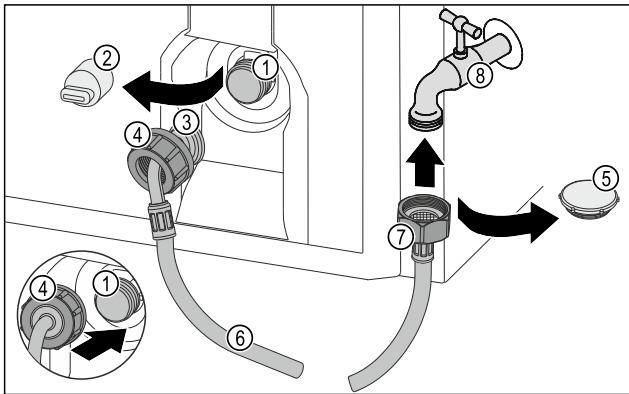

Fig. 47
- Hiqni tapën e mbylljes Fig. 47 (5).
- Vendosni sirtarin e drejtë Fig. 47 (7) tek rubineti i ujit Fig. 47 (8).
- Shtrengojeni dadon tek sirtari i drejtë Fig. 47 (7) duke e rrotulluar në drejtim orar.